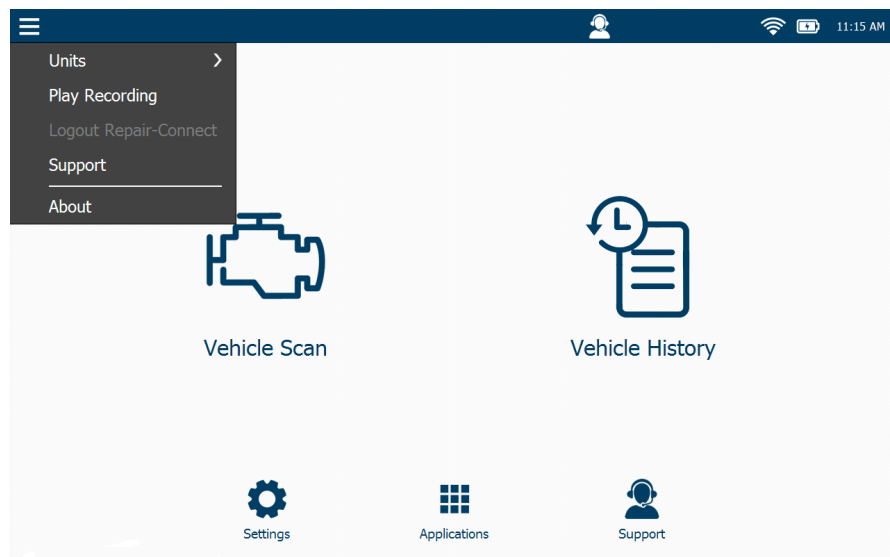

Figura 9.6 Menú principal que muestra el menú desplegable
- **Exit:** regresar al Menú Principal (Figura 9.6).
- 4 Cuando termine de reproducir la grabación, toque **Exit** para volver al Menú Principal (Figura 9.6).